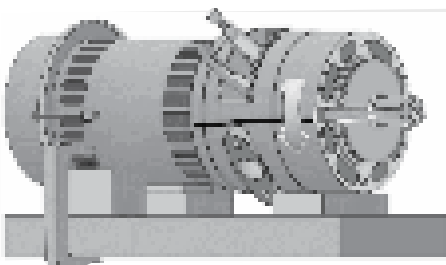

Figure 30
8. Maintenez l'arbre du moteur à l'aide d'une pince ou d'une pince-étau à travers l'ouverture de l'adaptateur de la pompe. Dévissez l'écrou de la impulseur à l'extrémité de l'arbre (voir la figure 30).